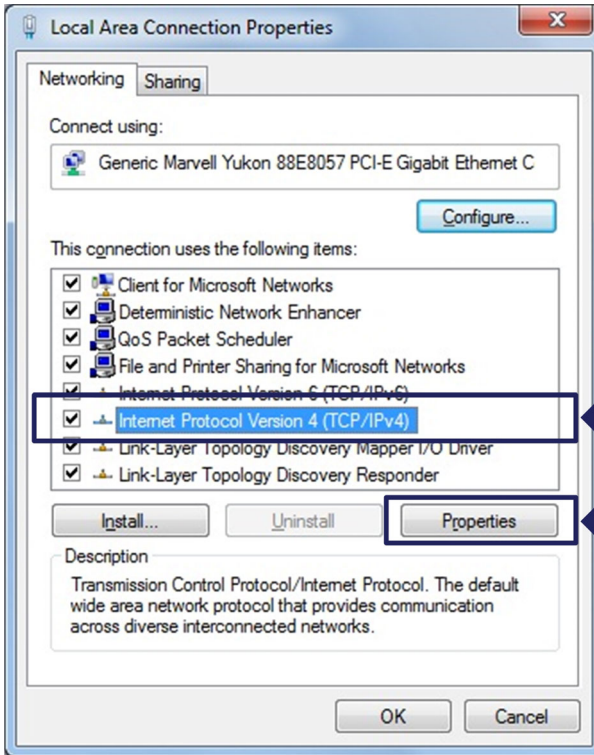

Fig. 3.8 TCP/IPv4
- Seleccione el protocolo de Internet (TCP/IP) y haga clic en el botón **Properties** (Propiedades) (Fig. 3.8).